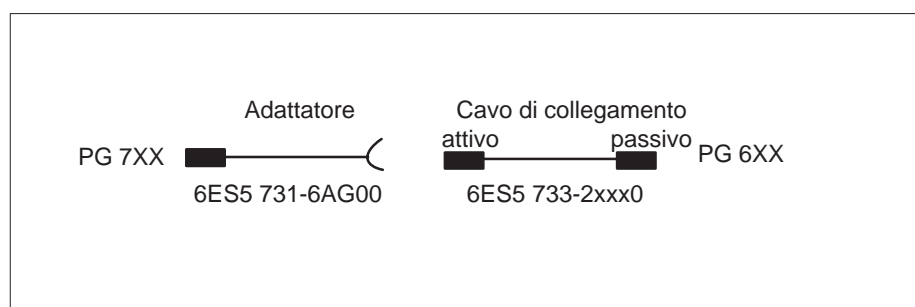

Figura 3-11 Direzione di inserimento: adattatore-cavo di collegamento
1)Nel collegamento in serie prestare particolare attenzione alla direzione di inserimento (vedere figura 3-11).